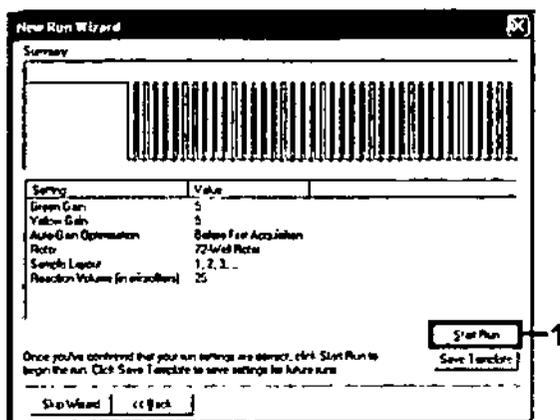

Ilustración 36. Cuadro de diálogo "New Run Wizard" (Asistente para series nuevas) y pantalla de resumen (1 = Botón "Start Run" (Iniciar la serie))
- Compruebe el resumen y haga clic en "Start Run" (Iniciar la serie) para guardar el archivo de análisis y comenzar la serie (ilustración 36).